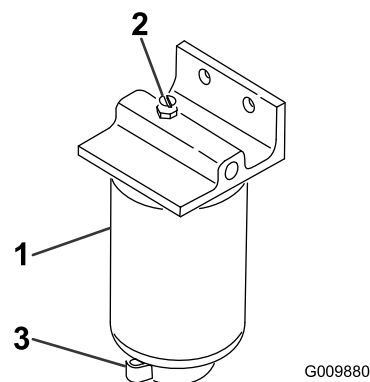

图 58
2. 松开过滤器过滤筒底部的排油阀 (图 58)。
1. 清洁滤清器过滤筒的安装区域图 58。